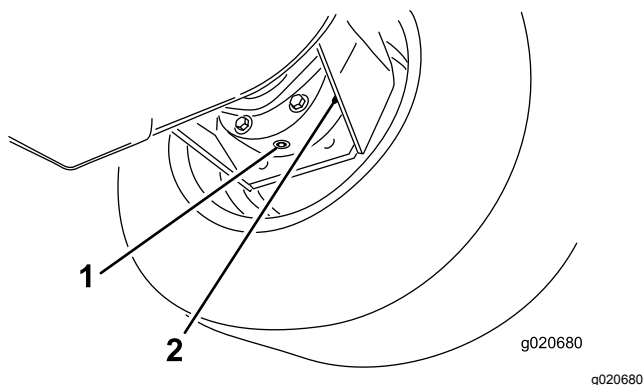

Figura 89
3. Coloque o recipiente de escoamento por baixo da caixa do travão, retire o tampão e deixe o óleo escorrer para o recipiente (Figura 89).